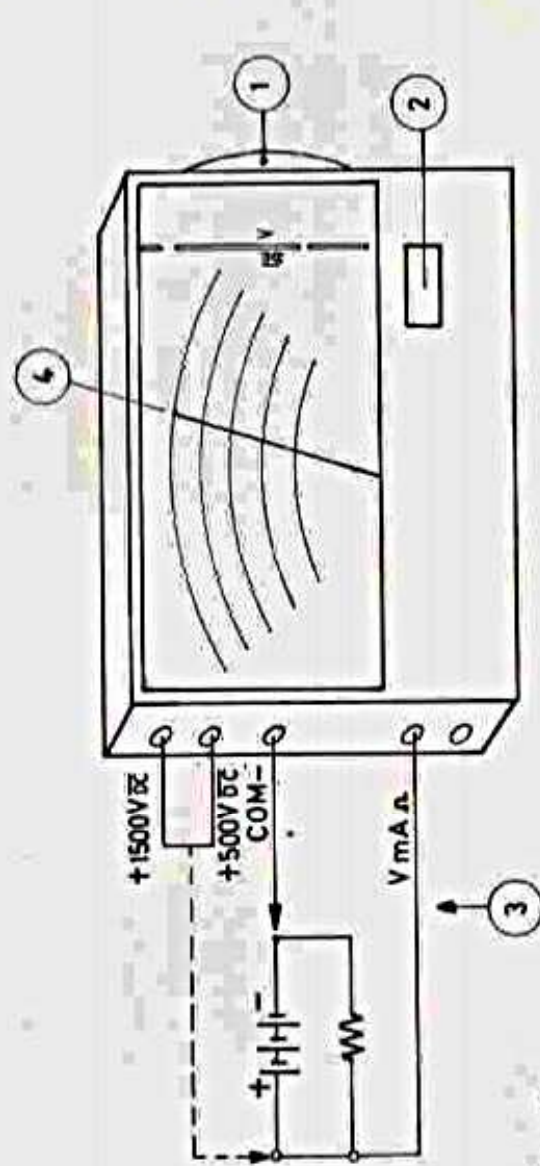

Fig. 6
- Agir sur le sélecteur latéral (1) pour afficher le calibre désiré dans la fenêtre (2).
- Respecter la polarité indiquée sur la figure 6 en branchant les cordons de mesure (3) :
- Lire la valeur mesurée (4) selon les instructions du tableau ci-après :
- Effectuer le branchement entre les douilles COM — et + 500 V $\overline{\text{DC}}$ (ou + 1500 V $\overline{\text{DC}}$ selon le cas) comme indiqué en pointillé figure 6.